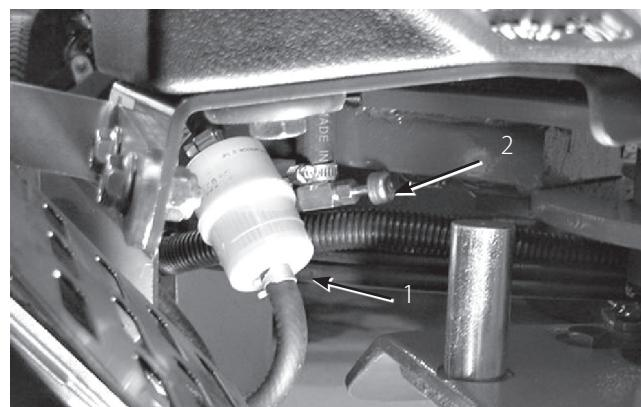

図 50
3. 燃料バルブ（図50）を閉じる。
4. 燃料ホースのクランプをしっかりと握り込んでゆるめ、フィルタから外す（図50）。
6. 新しいフィルタを取り付け、クランプを掛けて固定する。（図50）。
8. 燃料バルブ（図50）を閉じる。
- 燃料バルブ（図50）を閉じる。
- フィルタを固定しているホース・クランプをゆるめ、クランプをフィルタからはずす（図50）。
- フィルタから燃料ホースを抜き取る（図50）。燃料バルブを開き、排出される燃料を容器に受ける。
- フィルタに燃料ホースをつなぎ、クランプで固定する。（図50）